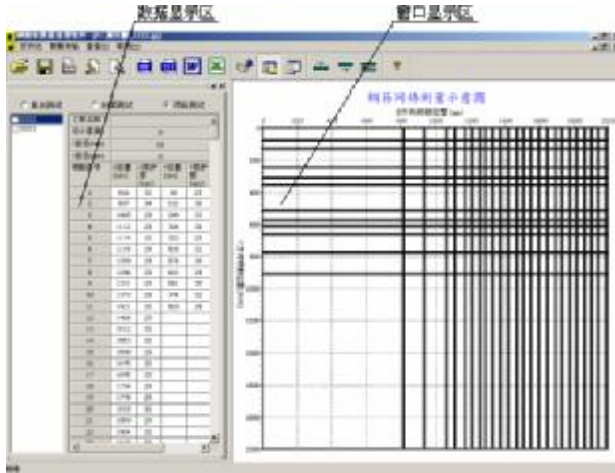

图 6-20
(3) 网格测试：当用户选择网格测试时，会弹出如图 6-20 所示的界面，在控制面板的数据显示区中显示当前项目编号所对应的数据，在右侧的窗口显示区内则显示钢筋网格测量的位置示意图，其中 Y 坐标表示垂直测试钢筋的位置，X 坐